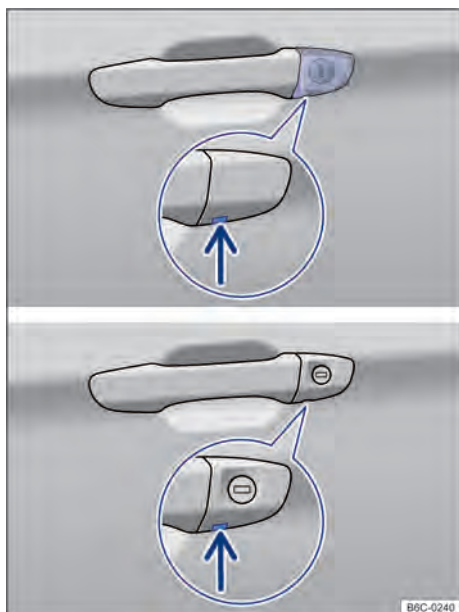

Fig. 58 Maçaneta da porta do condutor: cilindro da fechadura.
- Inserir a haste da chave por baixo na abertura da capa de cobertura → Fig. 58 (seta).